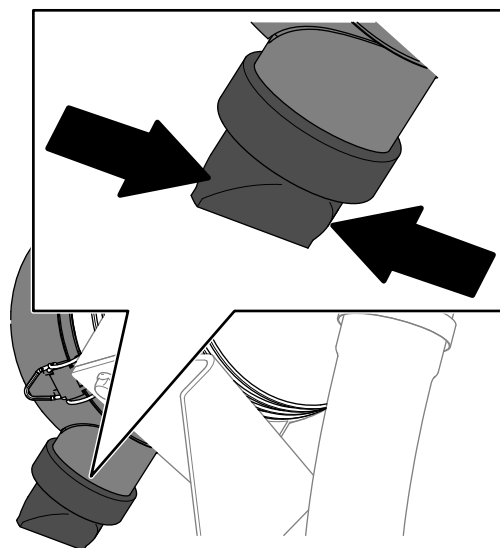

Figura 77
5. Apriete la válvula de expulsión de polvo (Figura 77).